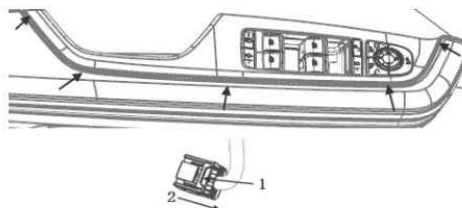

图 7-1-4 窗控面板拆卸示意图
(4) 图 7-1-4，用缠有保护胶带的小号一字螺丝刀从箭头所指方孔处将窗控面板撬出，断开线束接插件；